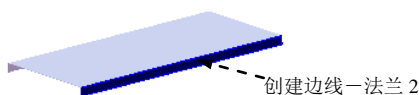

图 17.6.4 创建边线—法兰 2
(3) 定义法兰参数。
① 定义法兰角度值。在 **角度(G)** 区域的 文本框中输入角度值 90.0。
② 定义长度类型和长度值。在“边线法兰”对话框 **法兰长度(L)** 区域的下拉列表中选择 **给定深度** 选项，在 文本框中输入深度值 15.0。在此区域中单击“内部虚拟交点”按钮 。
③ 定义法兰位置。在 **法兰位置(N)** 区域中单击“材料在外”按钮 。
(4) 单击 按钮，完成边线—法兰 1 的创建。
Step3. 创建图 17.6.4 所示的边线—法兰 2，详细操作过程参见 Step2。